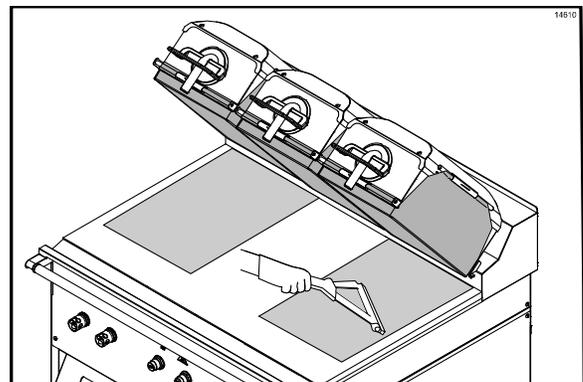

Figura 76
51. Repita los dos últimos pasos con la hoja antiadherente del otro lado de la parrilla. (Vea la figura 76.)